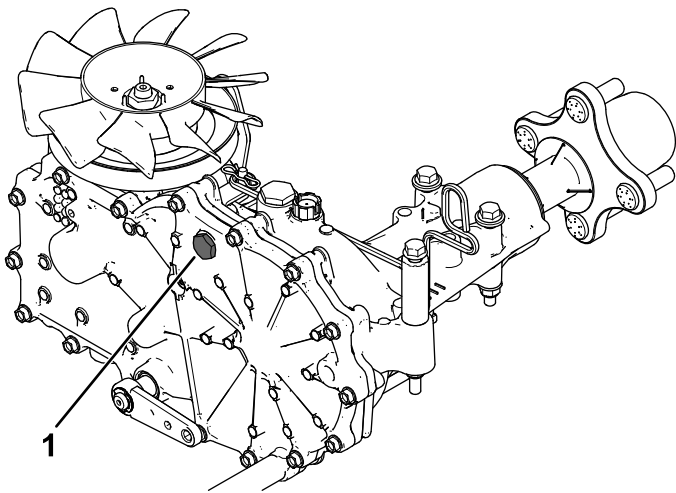
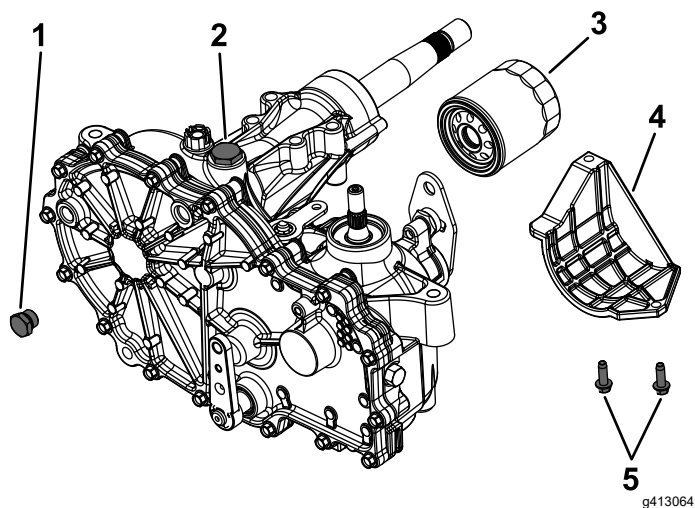

Figura 73
Figura 74
2. Retire el tapón del orificio superior del transeje en cada lado y asegúrese de que aparece fluido en la parte inferior del orificio superior de cada transeje (Figura 73).
Si es necesario, añada fluido hidráulico Toro® HYPR-OIL™ 500 a través del orificio de llenado hasta que aparezca fluido en la parte inferior del orificio superior de cada transeje (Figura 73 y Figura 74).
4. Localice el filtro y los protectores de cada sistema de tracción del transeje (Figura 74).
5. Retire los 3 tornillos que sujetan el protector del filtro, y retire el protector (Figura 74).
7. Retire el tapón del orificio superior (Figura 74) de los transejes izquierdo y derecho antes de llenarlos de aceite.
9. Instale el tapón del orificio superior en cada transeje cuando el nivel de aceite llegue a este orificio (Figura 74).